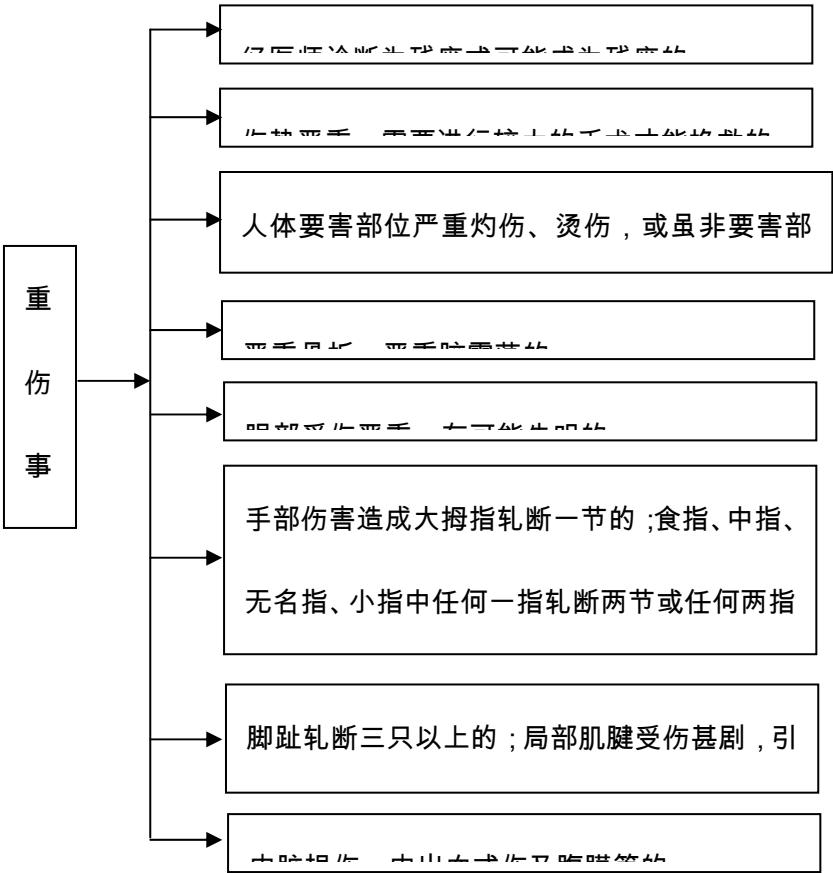

图 5-2 重伤事故认定
(1) 轻伤事故。轻伤事故指员工受伤后歇工一个工作日（含一个工作日）以下的事故。
(2) 重伤事故（见图 5-2）。